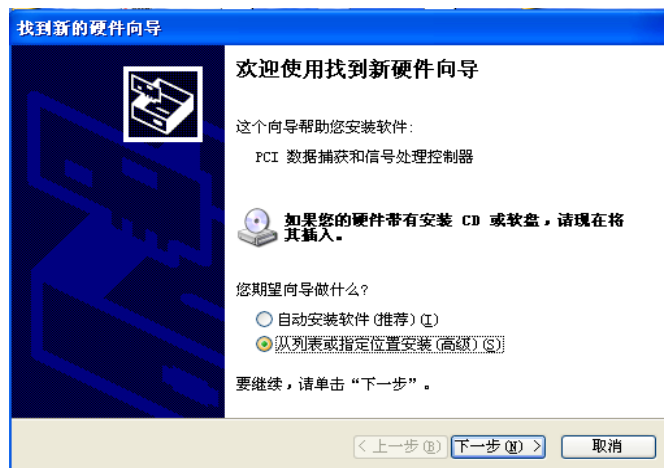

图 1-1 新的硬件安装向导
- 3) 操作系统系统提示发现新硬件，并弹出图 1-1 所示的找到新硬件安装向导；